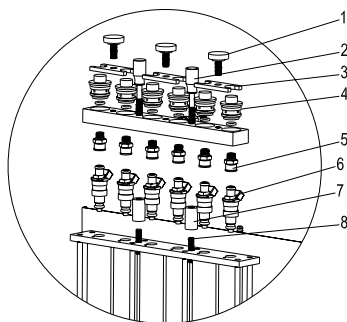

Рис. 04
- 5) Установить распределитель топлива на установку с помощью регулируемых шпилек и рифленых гаек. Зафиксировать два рифленых болты (черн.). См. Рис. 04.